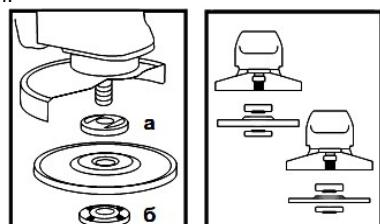

Рисунок 2
4.4 Встановіть на виріб шліфувальний або відрізний круг. Для цього натисніть на кнопку фіксації шпинделля (1) і поверніть шпиндель до положення фіксації.
За допомогою вілочного ключа з комплекту виробу відверніть і зніміть затискну гайку (6) (дивіться рисунок 2). Встановіть шліфувальний диск на посадкове місце фланцевої шайби (а) (рисунок 2), наживіть рукою затискну гайку на шпиндель і затягніть її ключем з комплекту виробу. Відпустіть кнопку фіксації шпинделля і переконайтесь в тому, що кнопка звільнена, через дво-або триразове натискання. Проверніть диск і переконайтесь, що шпиндель розблокований.